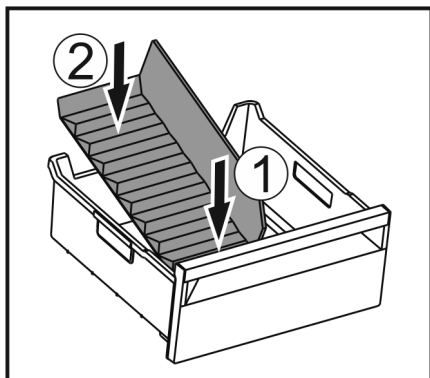

Fig. 174
- ▶ Vložte přední část přepážky přihrádky na led. Fig. 174 (1)
- ▶ Zadní část přepážky přihrádky na led spusťte až na dno zásuvky. Fig. 174 (2)